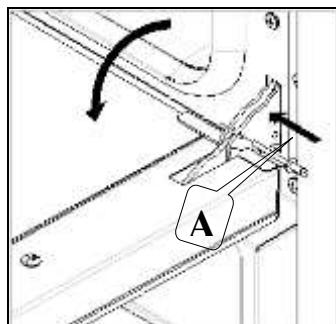

Fig. 3
- In filer les épine en dotation dans les trous "A" qui sont présent sur le deux charnière (Fig.3);